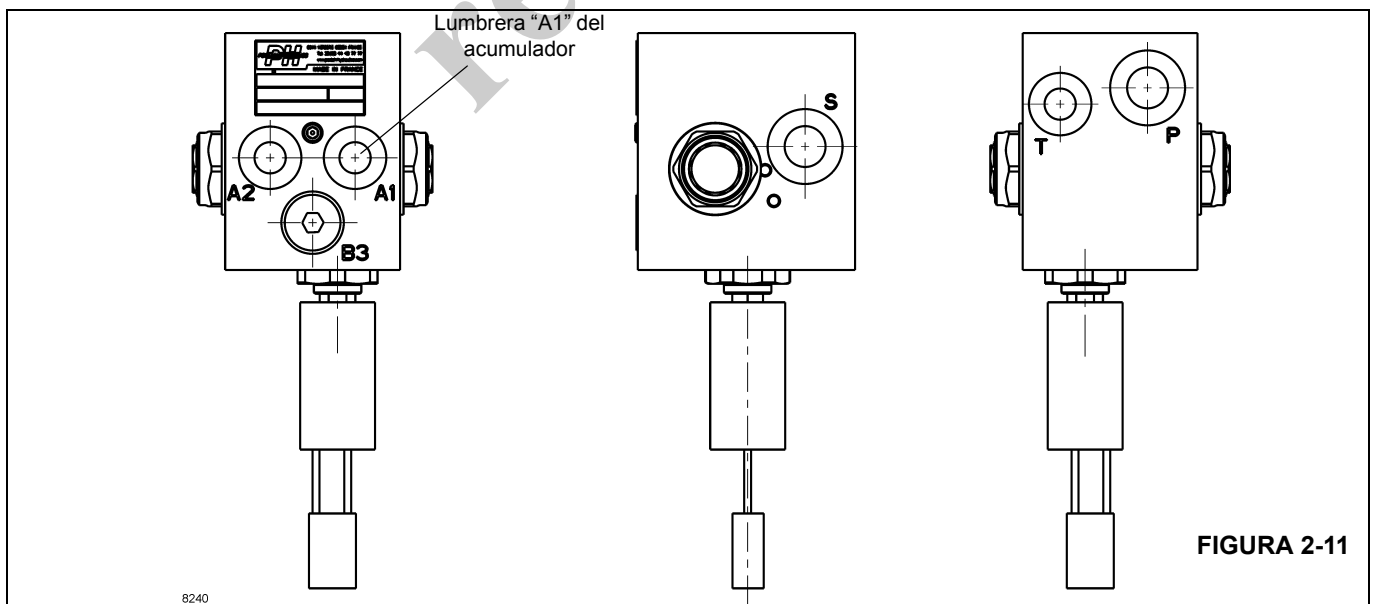

FIGURA 2-11
1. Desconecte la manguera de presión de la lumbrera "P" de la válvula de carga del acumulador doble (Figura 2-11) y conecte un manómetro.
2. Instale el conector de desconexión rápida para diagnóstico de presión (Parker PD240) con un manómetro en la boquilla de prueba en la lumbrera de prueba de presión "A1" de la válvula de carga del acumulador doble de los frenos (Figura 2-11) en la superestructura.